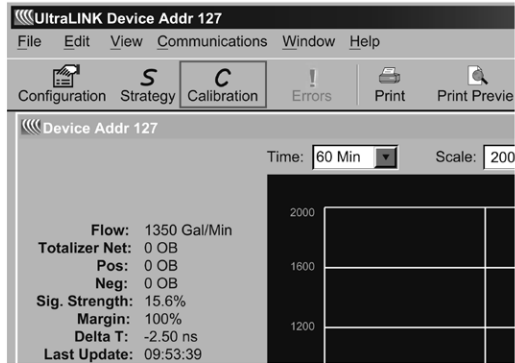

Fig. 14 - Schermata di visualizzazione dei parametri
- 2) Selezionare "Calibration" dalla barra degli strumenti, come illustrato in Fig. 14.